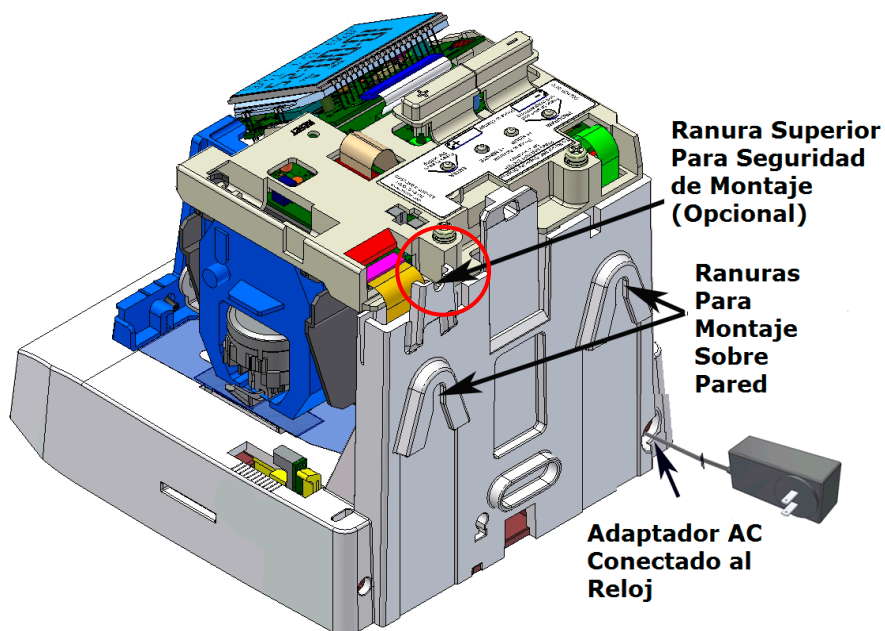

Figura 2. Vista Trasera del TCX-85 para Montaje sobre Pared.
1. Usando la plantilla de montaje entregada (vea la página final de esta guía), marque los (2) huecos sobre el muro. Un tercer orificio puede ser usado para brindar mejor seguridad (ver la Figura 2).
4. Para mayor seguridad sobre el montaje del TCX-85, quite la cubierta y use el hueco de montaje de la parte superior (vea Figura 2 en la página 1-8) para asegurar con firmeza la parte trasera del TCX-85 al muro. Asegure al muro utilizando tornillos paramadera #10 o equivalentes.
Nota – El tornillo opcional de seguridad, si se usa, debe ser instalado con un ángulo de caída para que la cubierta ajuste apropiadamente (ver la Figura 2). La parte superior de la placa ha sido marcada con una muesca para acomodar la inserción del tornillo con el ángulo de caída.